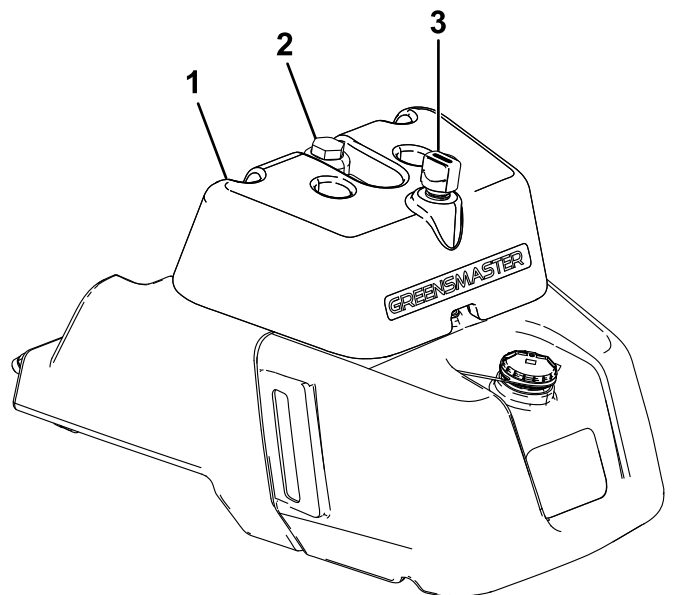

Figure 44
- Si le réservoir comporte un regard, contrôlez le niveau d'huile par le regard (Figure 44), puis passez à l'opération 5.